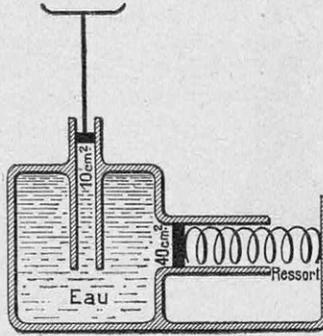

FIG. 6.
1° Les liquides transmettent les pressions, ainsi que l'a montré Blaise Pascal, il y a près de trois siècles. Les figures 6 et 7 vont nous aider à préciser ce point particulier. Un récipient étanche, rigide et rempli d'eau, contient deux corps de pompe, où peuvent glisser deux pistons dont les sections sont respectivement de 10 centimètres carrés et de 40 centimètres carrés. Si nous déposons un poids de 10 kilogrammes sur le petit piston, chaque centimètre carré exercera sur le liquide une force (un effort) d'un kilogramme; et, comme les molécules sont mobiles en tous sens, toute la surface interne du récipient aura à supporter une force supplémentaire qui, pour chaque centimètre carré, sera d'un kilogramme (1). C'est donc aussi le cas de la surface du grand piston, qui, au total, recevra un effort de 40 kilogrammes. Ceci montre que, quand, avec un liquide, on veut exercer de grandes forces, il faut employer de grandes surfaces.
L'appareil des figures 6 et 7 n'est autre que le schéma simplifié de la presse hydraulique, employée dans l'industrie, soit